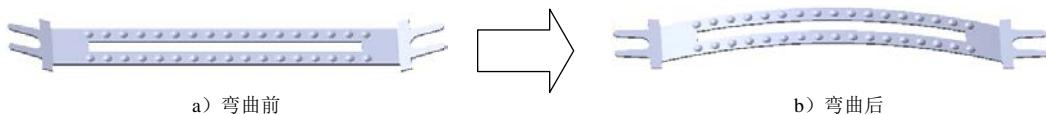

图 15.2.28 弯曲 1
Step9. 创建图 15.2.28 所示的零件基础特征——弯曲 1。
(1) 选择命令。选择下拉菜单 **插入(I)** → **特征(E)** → **弯曲(B)…** 命令。
(2) 选取弯曲实体及类型。选取整个模型作为弯曲实体；在 **弯曲输入(F)** 区域中选中 **折弯(B)** 单选项。
(3) 定义弯曲参数，在 **弯曲输入(F)** 区域中选中 **粗硬边线(H)** 复选框，在 **文本框** 中输入角度值 38.0。